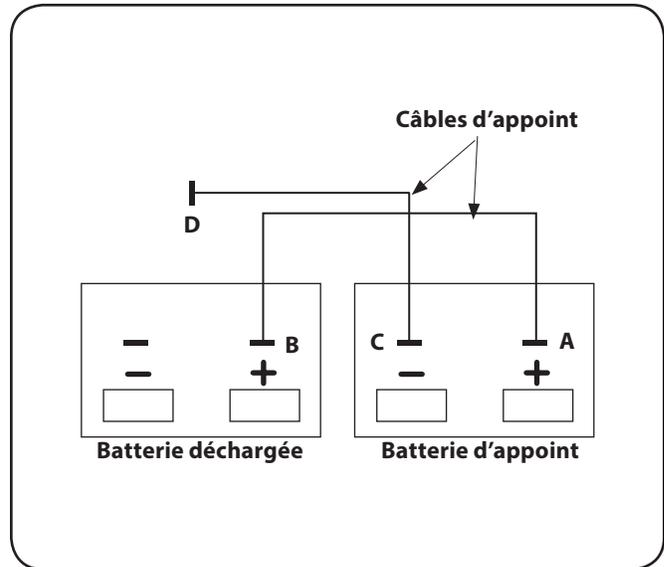

Figure 5-7
1. Branchez le câble positif (+) d'appoint à la borne positive (+) de la batterie d'appoint (A). Voir Figure 5-7.